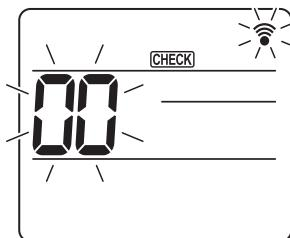
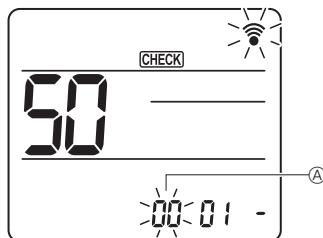
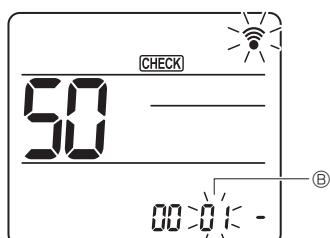
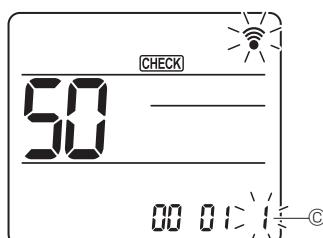

Fig. 7-18
Fig. 7-19
Fig. 7-20
Fig. 7-21
7.4.2. Através do controlo remoto sem fios (Fig. 7-18, Fig. 7-19, Fig. 7-20, Fig. 7-21)
① Aceder ao modo de seleção da função
[CHECK] (VERIFICAR) acende e "00" pisca. (Fig. 7-18)
② Definir o número da unidade
Prima o botão **[▼]** para definir o número da unidade ①. (Fig. 7-19)
③ Selecionar um modo
Prima o botão **[▼]** para definir o número do modo ②. (Fig. 7-20)
④ Selecionar o número de definição
Utilize o botão **[▼]** para alterar o número de definição ③. (Fig. 7-21)